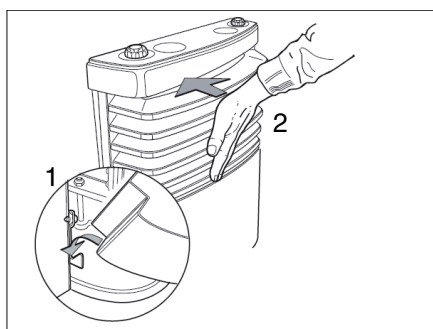

Fig. 111 Applicazione della copertura del riscaldamento
- Montare la copertura del riscaldamento agganciandola nei supporti inferiori (Fig. 111,1).
- Richiudere la copertura facendo innestare la leva di bloccaggio con uno scatto udibile (Fig. 111,2).